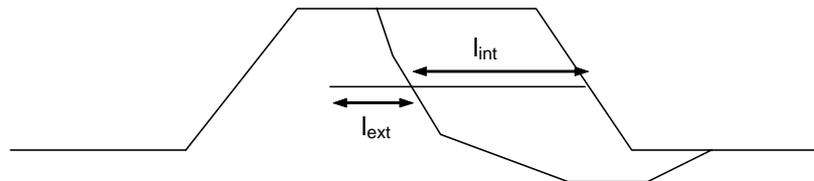

Figure 54 : calcul de la traction
- **Calcul de la traction** : pour les bandes, on peut considérer deux types de rupture par défaut d'adhérence : interne et externe. En effet, les bandes ne sont pas toujours ancrées en tête, et le glissement peut se produire d'un côté comme de l'autre : Talren peut (Figure 54) :